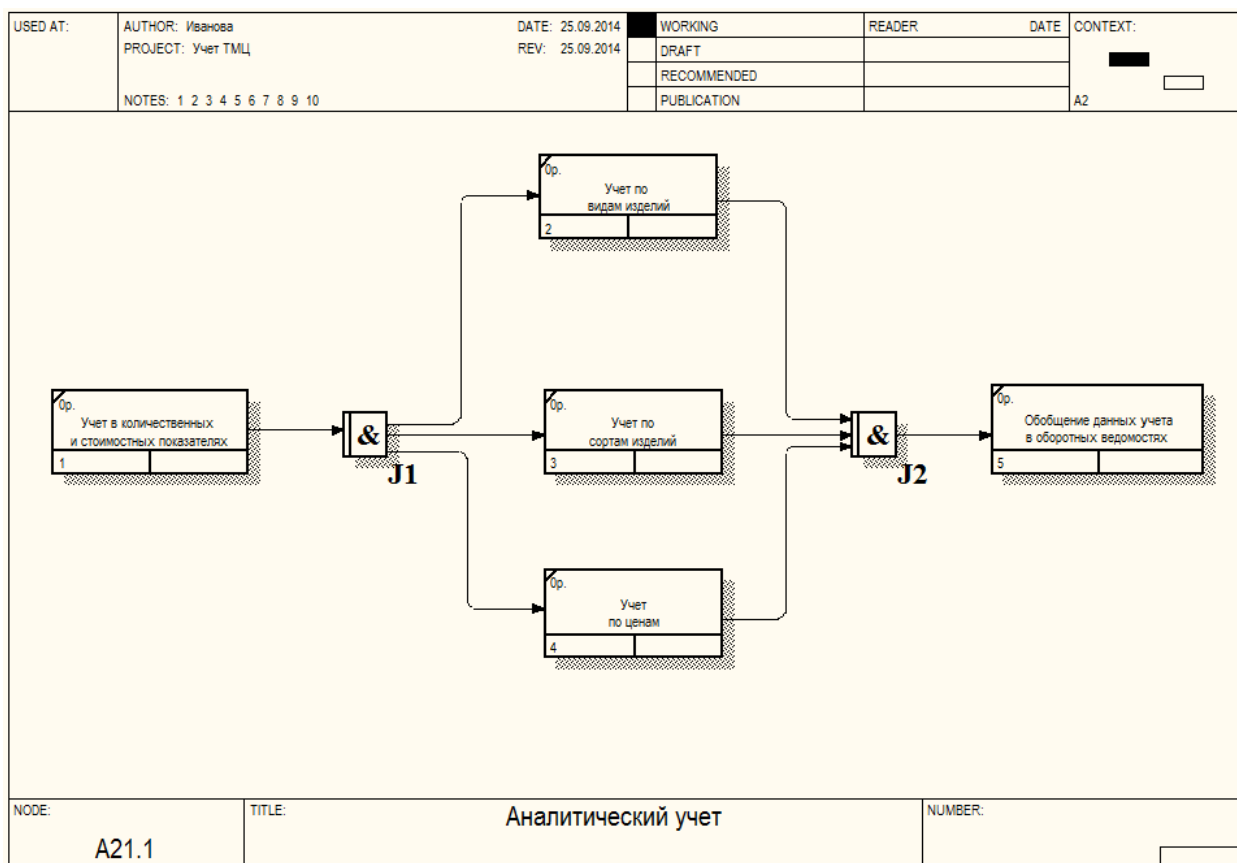

Рис. 47. Декомпозиция A21.1 Аналитический учет
4. С помощью кнопки *Junction Tool* (Перекресток) [X] на панели инструментов модели создайте два перекрестка типа *Асинхронное И* (AND) и свяжите работы с перекрестками, как показано на рис. 47.